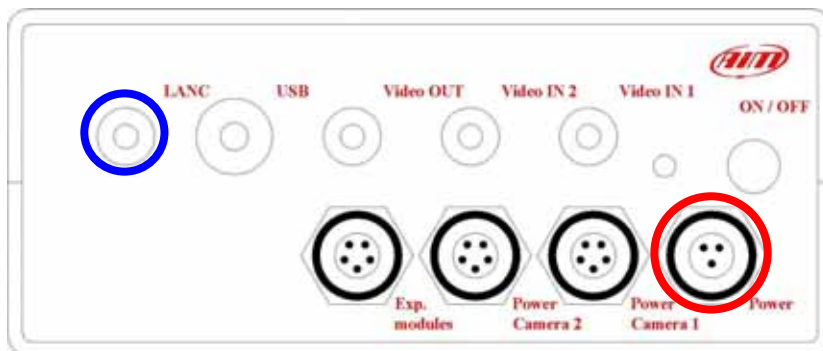

Figura 2: **DAVID** pannello frontale – lato video
- collegando **DAVID** all'interruttore principale del veicolo si accende / spegne quando accendi / spegni il veicolo. Come mostrato in **Figura 2**, sulla parte destra di **DAVID** c'è un interruttore di ON/OFF che puoi usare per accendere/spegnere manualmente il sistema. Per spegnere manualmente **DAVID**, premi per 3-4 secondi il tasto ON/OFF. Per riaccenderlo puoi sia spegnere e riaccendere il veicolo che premere nuovamente il tasto ON/OFF.
Nota: indipendentemente da come decidi di alimentare **DAVID**, l'unico ingresso alimentazione da utilizzare è quello etichettato come "Power" sul pannello frontale, lato video, di **DAVID** (cerchiato in rosso in **Figura 2**).
L'uscita LanC è cerchiata in blu in **Figura 2**.